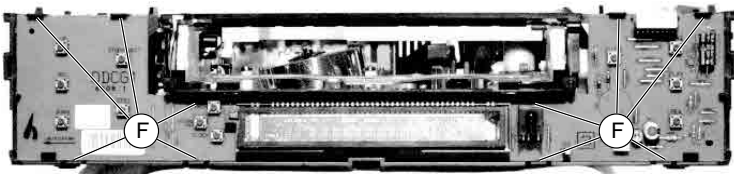

Fig. 5
- Décrocher les ergots (F) (Fig. 5).
- Release the locking lugs (F) (Fig. 5).